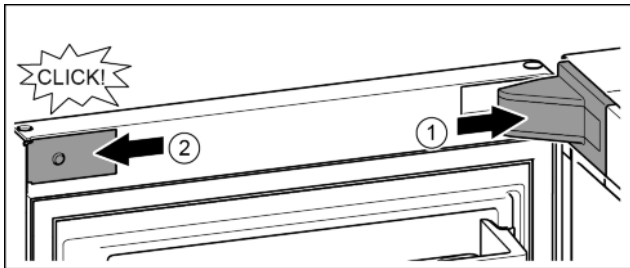

Fig. 22
- ▶ Поставете и фиксирайте капача на лагерната стойка, при нужда внимателно го натиснете настране. Fig. 22 (1)
- ▶ Поставете странично капачката и я фиксирайте. Fig. 22 (2)